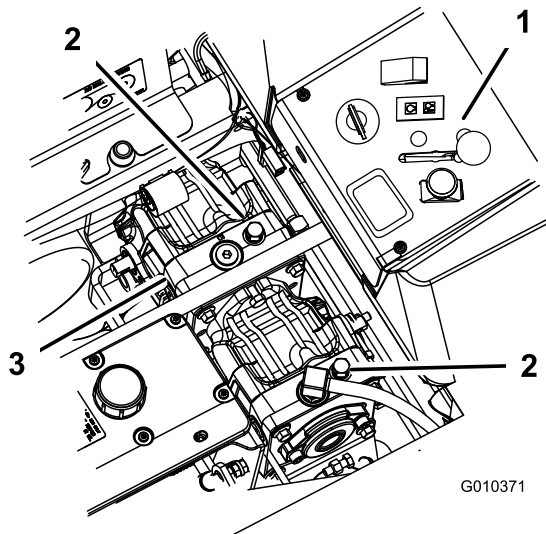

Figura 33
2. Gire las válvulas de desvío una vuelta en sentido antihorario para empujar la máquina (Figura 33).
Gire las válvulas de desvío una vuelta en sentido horario para conducir la máquina (Figura 33).